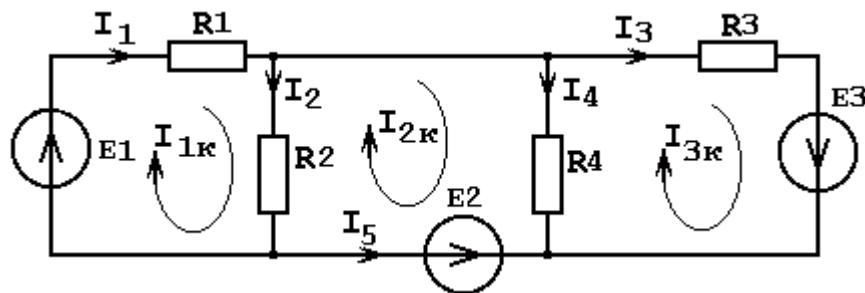

Рисунок 1.75
4. Указываем условно-положительные направления контурных токов в ветвях схемы (Рисунок 1.75)